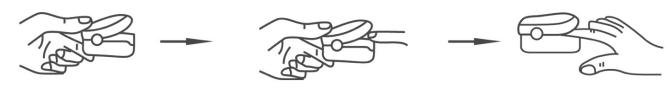

Figure 5 Positionnement du doigt
1. Le doigt doit être correctement placé (voir la figure 5 fournie dans ce mode d'emploi) afin d'obtenir une mesure correcte.
- 2) Ouvrir la pince comme dans la figure 5.